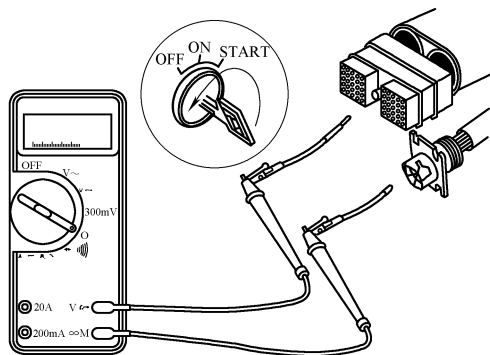

图 5-23 SAE J1587/J1708 数据通信接口电阻的测量
③ 对于 J1587/J1708 数据通信接口，测量通信接口正极(+)触针与 2 针或 6 针插头上的通信接口正极(+)触针之间的电阻，应小于 10Ω ，显示闭路；同理测量两个负极(-)触针之间的电阻，电阻也应小于 10Ω 。如果电路不是闭路，应维修或更换发动机线束。SAE J1587/J1708 数据通信接口电阻的测量如图 5-23 所示。